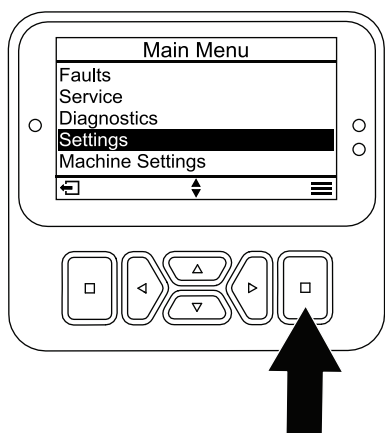

図 28
1. メインメニューから、設定メニューまで下にスクロールし、選択ボタン (図 28) を押します。